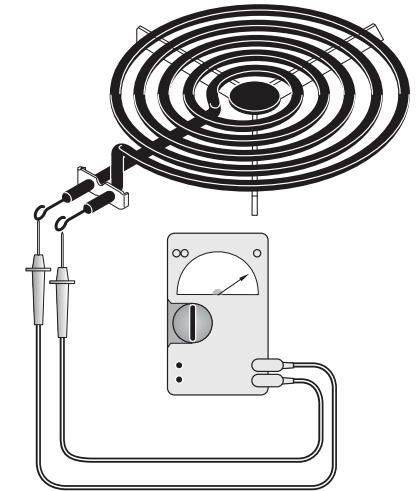

Figure 1
3. Réglez un ohmmètre sur une résistance de R X 10 et posez ses pointes de touche sur l'élément. Un bas nombre d'ohms (continuité) doit être indiqué et ce chiffre peut légèrement varier d'un élément à l'autre. Si une résistance infinie (circuit ouvert) est indiquée, l'élément doit être remplacé (Figure 1).